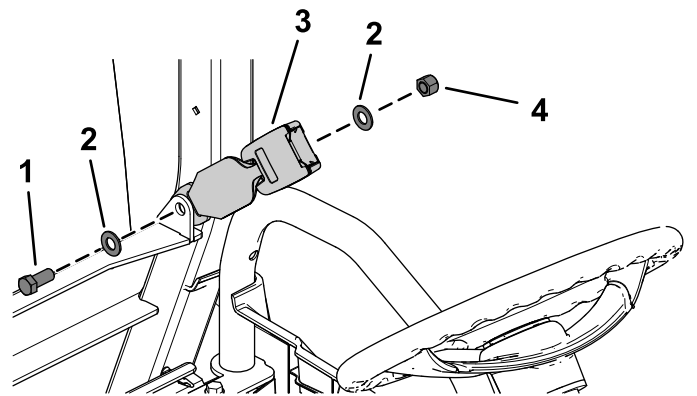

図 27
1. 図 27 のように、シートラッチを取り付ける六角ヘッドボルト 7/16 x 1 インチ 1 本、平ワッシャ 7/16 インチ 2 枚、ロックナット 7/16 インチ 1 個を使用する。